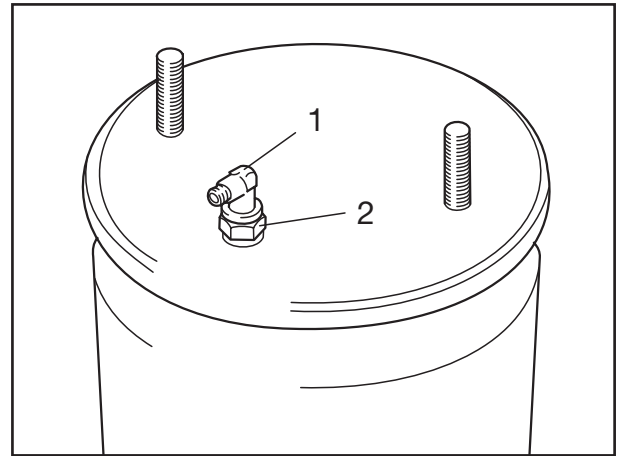

Fig. 4
- [8] Bei Bedarf Gegenmutter (Fig. 4/2) der Verschraubung (Fig. 4/1) lösen und Verschraubung aus dem Luftfederbalg heraus schrauben.
[8] If necessary, slacken locking nut (Fig. 4/2) of the coupling (Fig. 4/1) and remove coupling.
[8] Dévisser si nécessaire le contre-écrou (fig. 4/1) du raccord fileté (fig. 4/2) et retirer celui-ci du coussin d'air.